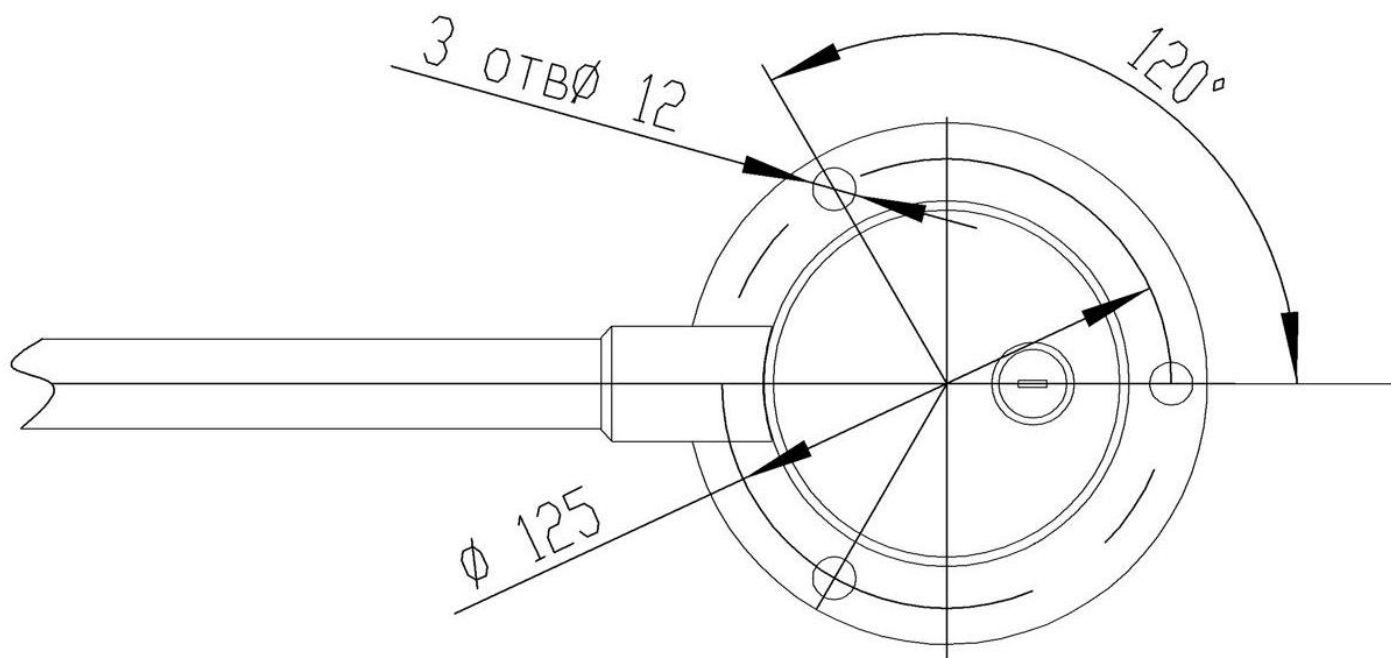

Рисунок 5 – Схема разметки для монтажа калитки
мой схеме (см. рис.5)
Извлеките из стойки с фланцем (2) блок кабельных разъемов (16), установленный на пружинных фиксаторах. Подключите к блоку кабельных разъемов кабель управления и кабель питания. После подключения разъемов установите блок кабельных разъемов (16) в стойку с фланцем (2) на высоту, обеспечивающую дальнейший монтаж. Установите стойку калитки фланцем на гильзы анкеров (см. рис. 5).